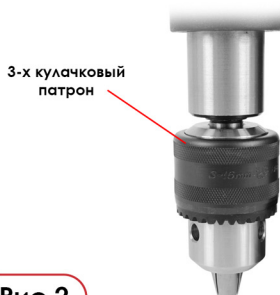

Рис.2
1. С помощью переходника D16-Veldom (входит в комплект поставки) установите на станок 3-х кулачковый патрон (Рис. 2).